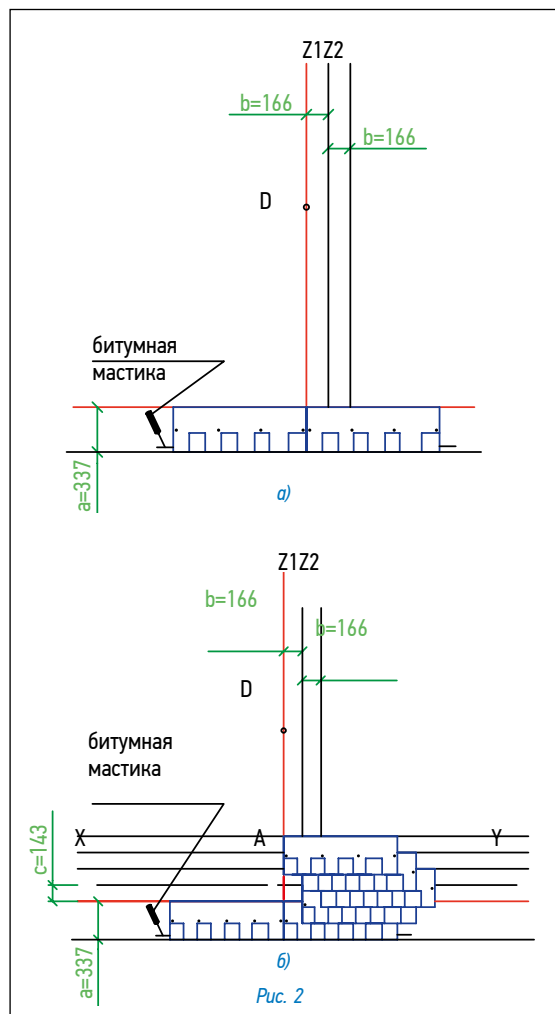

Рис. 2
### Укладка материала (рис. 2)
- второй ряд укладывается от линии Z1 (со смещением 16,6 см от AD) (рис. 2б);
- третий ряд укладывается от линии Z2 (со смещением 16,6 см от Z1) (рис. 2б);
- четвертый ряд — от линии Z1 (рис. 2б);
- пятый ряд — от линии AD (рис. 2б);
Каждый лист черепицы крепится 4 гвоздями в штатных местах таким образом, чтобы гвоздь прошивал обе части двухслойного листа черепицы, а также верхний край нижележащего листа черепицы (рис. 2а,б).